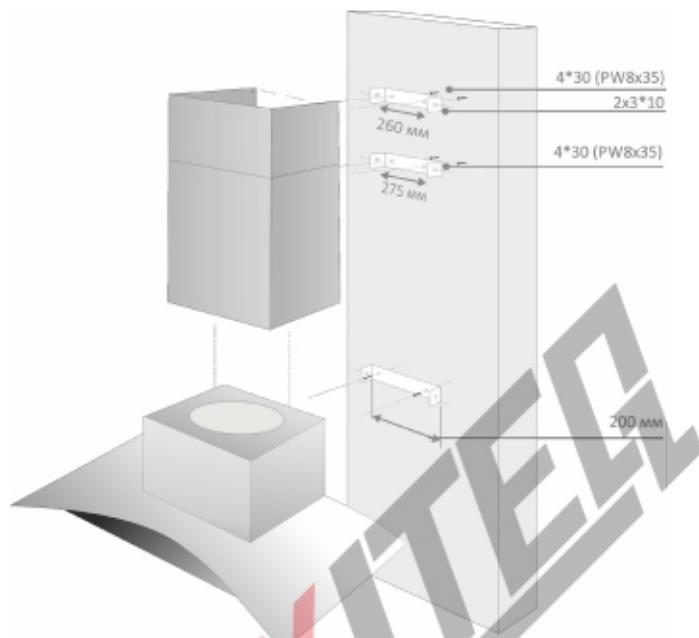

Рис. 8 Схема монтажа вытяжки
При навешивании вытяжки, перед установкой необходимо дополнительно 4 отверстия диаметром 8 мм, чтобы закрепить кронштейн болтами и дюбелями, идущими в комплекте. (Рис. 8)
2. Просверлите отверстия по отметкам (8*35 мм). Вставьте дюбеля. Повесьте изделия и зафиксируйте саморезами (4*30 мм). (Рис.8)